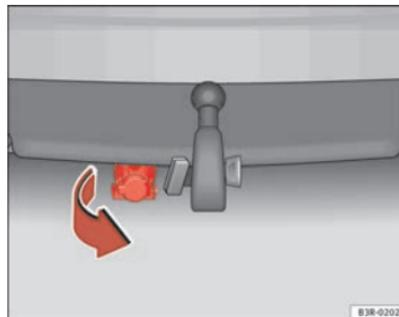

Fig. 158 Pare-chocs arrière : basculez la prise vers le bas.
- Pour raccorder les câbles électriques de la remorque, basculez vers le bas la prise située sous le pare-chocs ⇒ page 214, fig. 158.